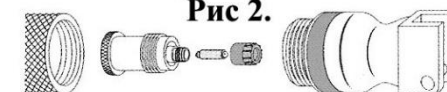

Рис. 2.
6. Для замены лампочки в рукоятке отвинтить головку от втулки рукоятки. Вывинтить внутреннюю капсулу из внутренней части головки и вывинчиванием удалить лампочку. Очистить стеклянную колбу новой лампочки, используя спирт, на ней не должно быть отпечатков пальцев (жирных пятен) и ввернуть до упора. Схема замены лампы приведена на рис. 2.